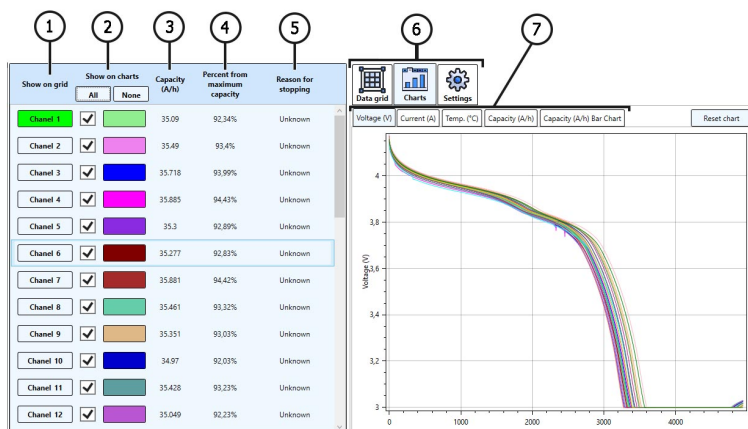

Figura 28
- 5 – Representación gráfica e informativa de los datos con los resultados del funcionamiento del probador (ver explicaciones en la Figura 28).